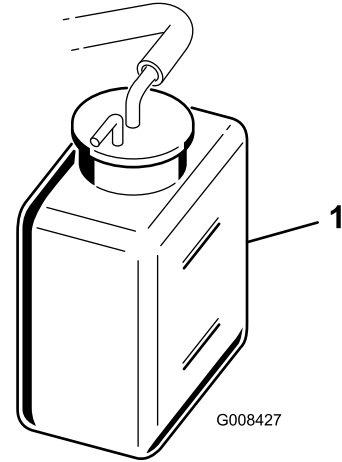

图28
2. 检查冷却液液位（图28）。发动机冷却时，液位应介于备用水箱的上下两条线之间。